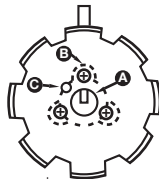

Fig. 1
1. Install the sensor wheel to the rotor, ensure the rotors locating pin inserts in the sensor wheels locating hole. (See Figure 1)
2. Reinstall screws, attach assembly securely. (See Figure 1)
4. Place two (2) drops of loctite 271 into the rotor so it coats the locating key. (See Figure 1)
5. Place two (2) drops of loctite in the keyway of the distributor shaft.
2. Réinstaller les vis et fixer tout l'assemblage solidement (voir fig. 1).
4. Appliquer deux (2) gouttes de Loctite 271 dans le rotor pour recouvrir entièrement la patte de positionnement (voir fig. 1).
5. Appliquer deux (2) gouttes de Loctite dans la rainure de positionnement de l'arbre d'allumeur.